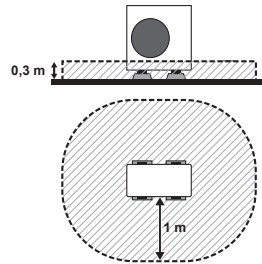

Fig. 3-2
- (1) När den installeras på en plats med en öppen sida (Fig. 3-2)